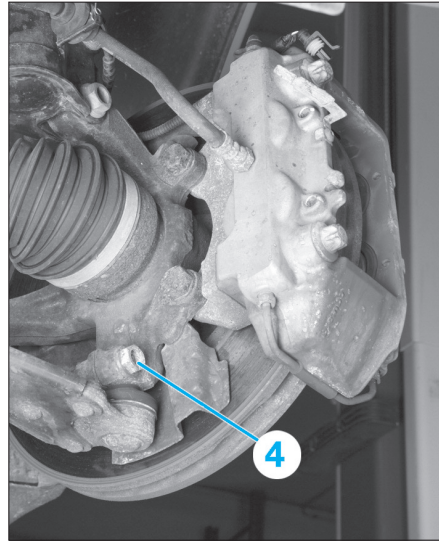

Fig. 4
- Déposer la vis de fixation (4) du bras inférieur sur pivot (Fig.4).